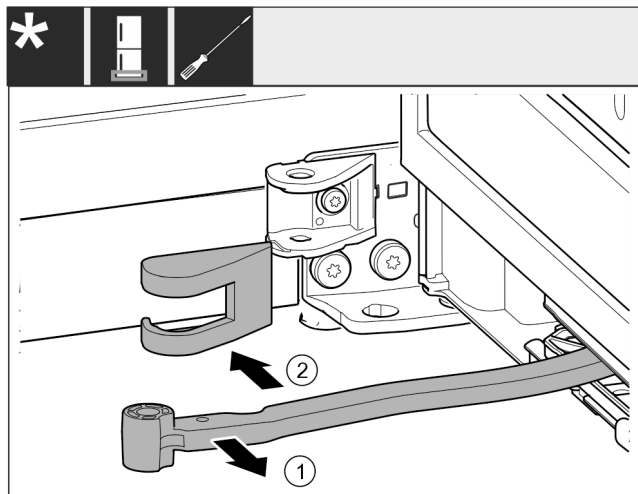

Fig. 20
- Otočte kloub Fig. 20 (1) směrem ke dveřím.
- Odstraňte kryt stojanu ložiska Fig. 20 (2).